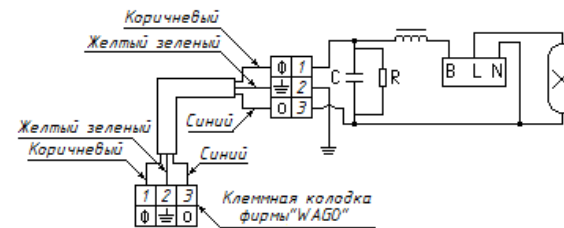

Рисунок 3
5.2 Подключить провода сети к проводам, выходящим из светильника, согласно схеме включения (рисунок 3 или 4), при этом нулевой провод сети подключить к синему проводу, фазный провод к белому проводу, а провод заземления к проводу заземления желто-зеленого цвета.